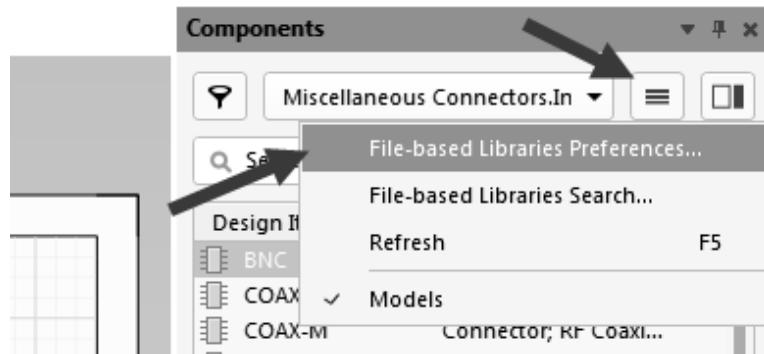

图 8-5 “Components”面板
(1) 在指定库路径前，要移除 PCB 中已关联的系统库。打开 PCB 设计交互界面，在右下角执行命令“Panels-Components”，进入“Components”面板，执行如图 8-5 所示的图标命令，选择“File-based Libraries Preferences”，进入集成库安装界面。